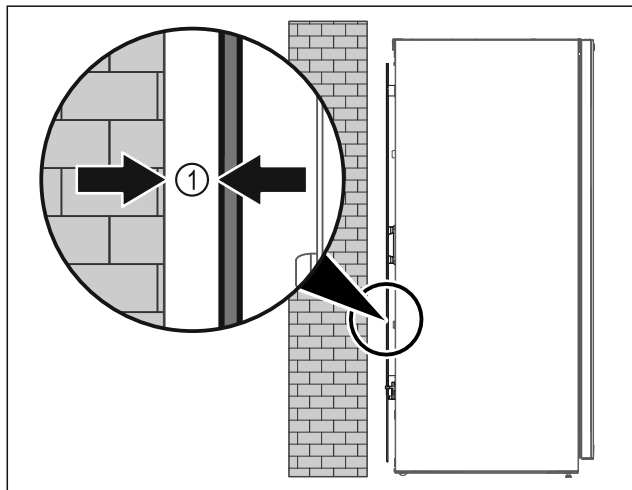

Fig. 47
- Instalar el electrodoméstico en medio de una sala o directamente arrimado a una pared con una distancia mínima de 5 mm Fig. 47 (1).